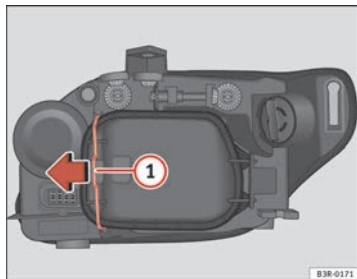

Fig. 212 Luz de posición (lado exterior vehículo)
- Desplace el tirante ⇒ fig. 212 ① en el sentido de la flecha y saque la tapa rígida separando primero el lado del tirante y sacando después las dos pestañas del extremo contrario de la tapa.